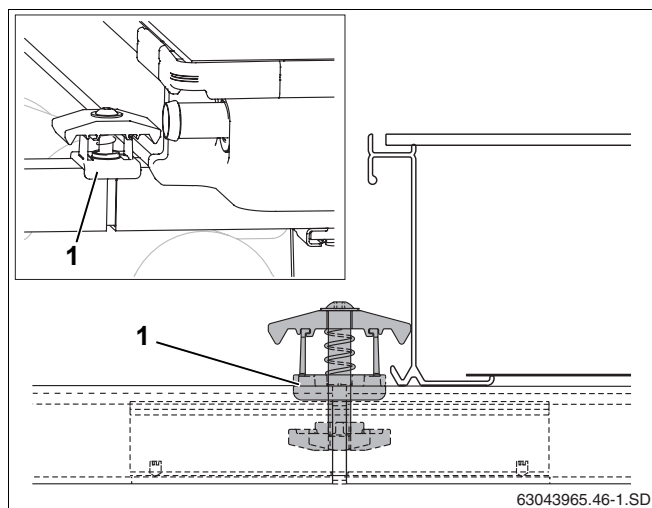

Fig. 45 Montarea clemei duble de prindere a colectorului
- Poziționați clema dublă de prindere a colectorului cu piulița aferentă în deschiderea șinei profilate astfel ca (Fig. 45, **Poz. 1**) să se realizeze prinderea șinei profilate prin intermediul distanțierului de plastic.